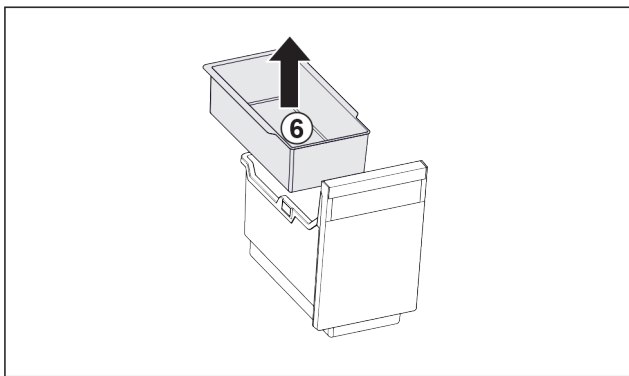

Fig. 29
- ▶ Inhangschaal Fig. 29 (6) verwijderen.